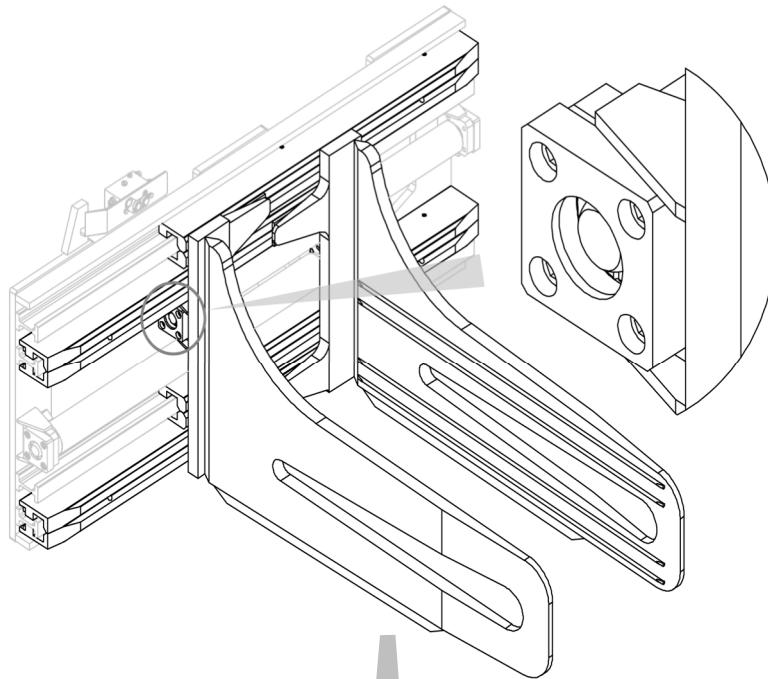
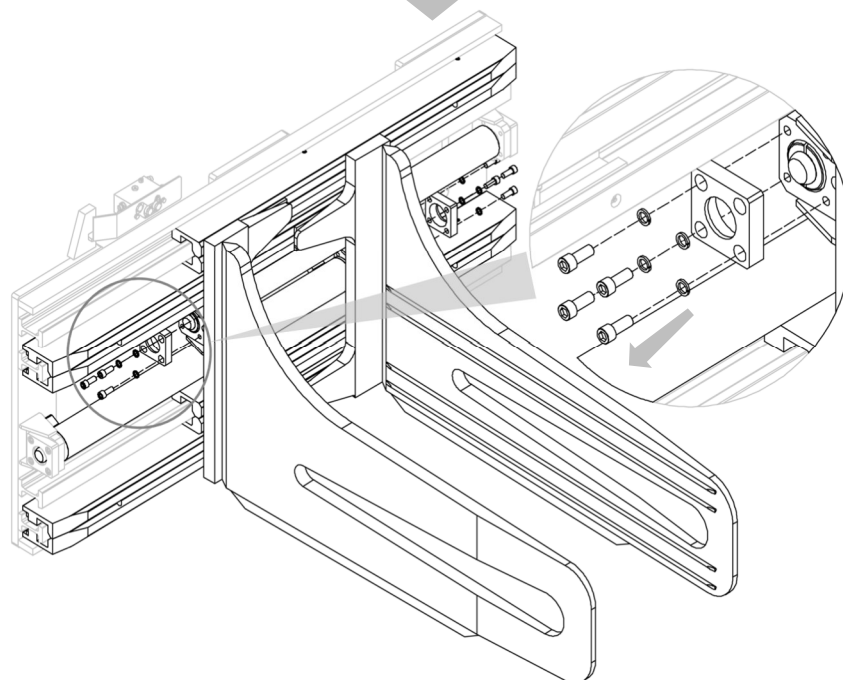

Figure 15
Figure 16
2. Retirer les contre-brides, avec leurs vis et rondelles élastiques, qui relient les mâchoires aux vérins (voir Figure 15 et Figure 16).